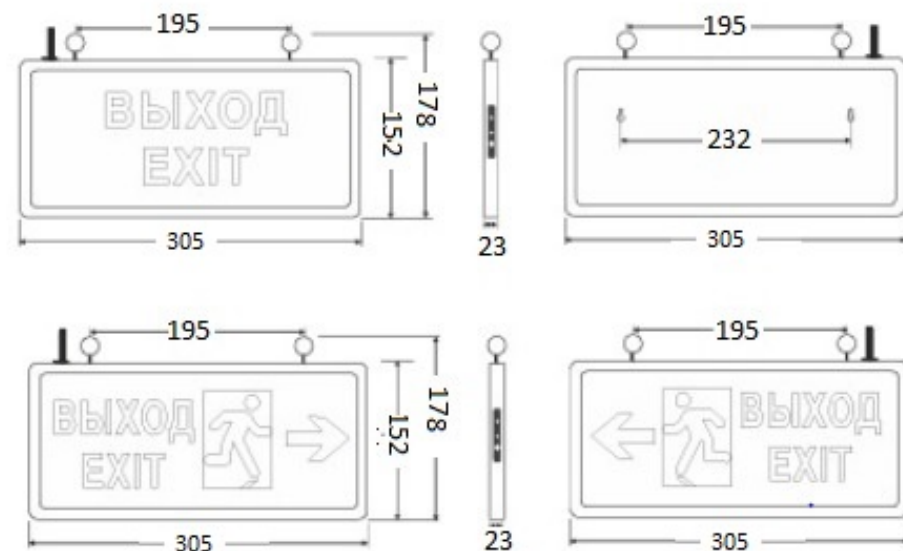

Рисунок 2: Внешний вид и габаритные размеры светильника
- Светильники со знаками безопасности (рисунок 2.) автономные аварийные постоянного действия (Изделия) служат для обеспечения постоянного минимально необходимого уровня освещённости путей эвакуации или аварийно-сигнального обозначения выходов в общественных, торговых, промышленных и других помещениях.